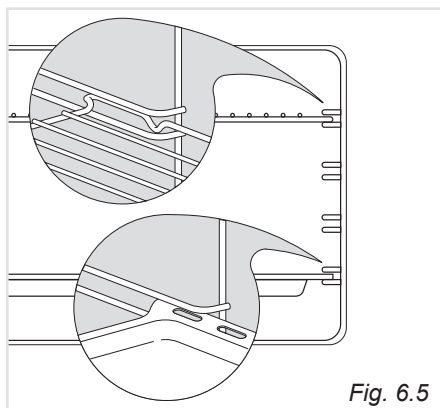

Fig. 6.5
- Infilare in mezzo alle guide dei telai laterali la leccarda e la griglia come indicato in fig. 6.5.